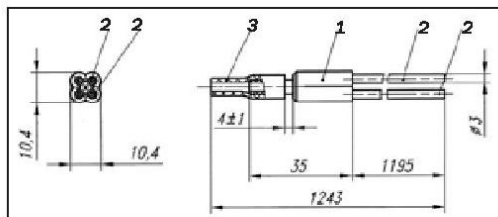

Рисунок 1 - Конструкция адаптера АОВ-4
2. Конструктивно адаптер состоит из набора трубок (защитный и для перехода с центрального модуля кабеля), корпуса и трубок для разветвления ОВ (рис. 1). Трубки, в которых происходит разветвление ОВ также имеют разные цвета. Для маркировки трубок, если это необходимо при монтаже, в комплект адаптера входят маркеры. Ниже приведены краткие технические данные адаптера